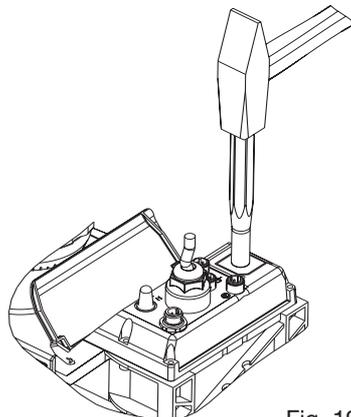

Fig. 19
- ▶ Posez l'appareil sur un support solide avec la partie enfonçable pour le relais (voir fig. 19) dirigée vers le haut.